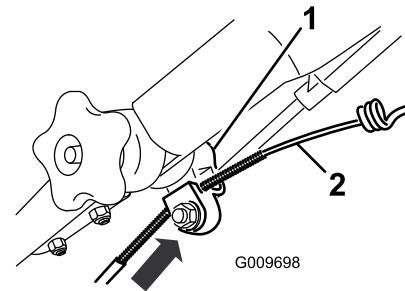

Figur 50
3. Dra kabelhöljet nedåt så att den exponerade kabeln sträcks (Figur 50).